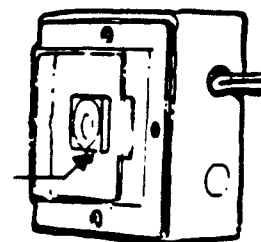

Fig. 6
d) Ripristinare il pulsante (fig. 6): il suono del buzzer ritorna intermittente ed il led PREALLARME si spegne.